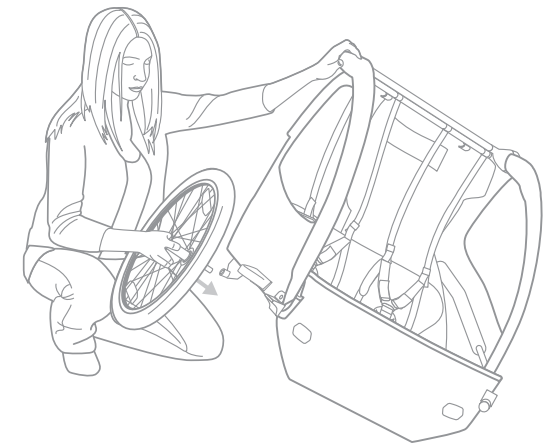

Figura 6
2. Inserte el eje de la rueda en el receptor del eje y luego suelte el botón. Tire fuertemente de la rueda para asegurarse de que el eje esté sujeto completamente. (figura 6)